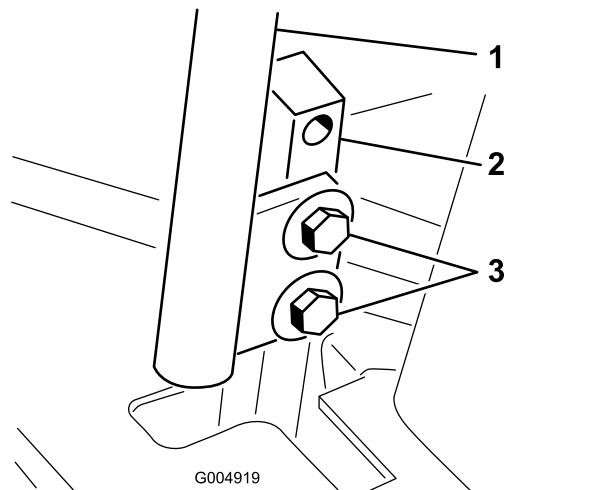

Bild 54
- Lösen Sie die Schrauben, mit denen die Schaltbügel befestigt sind (Bild 54).